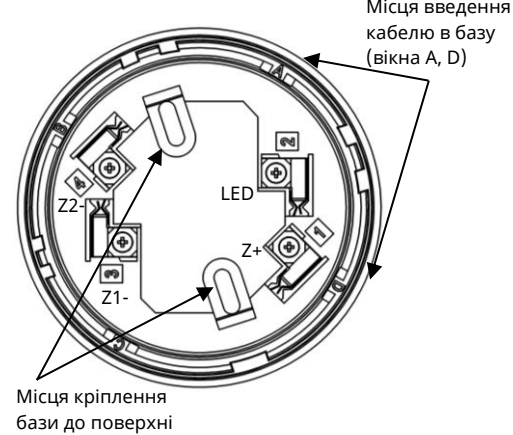

Рисунок 3.1 – Розташування клем на базі сповіщувача
4.6 Для випадків, коли кабель всередину бази заводять збоку, в самій базі та в кришці сповіщувача передбачені вікна, в яких вирізають отвори за потреби. Ці вікна промарковані літерами «А», «В», «С», «D» (Рис. 3.1, Рис. 4.1).